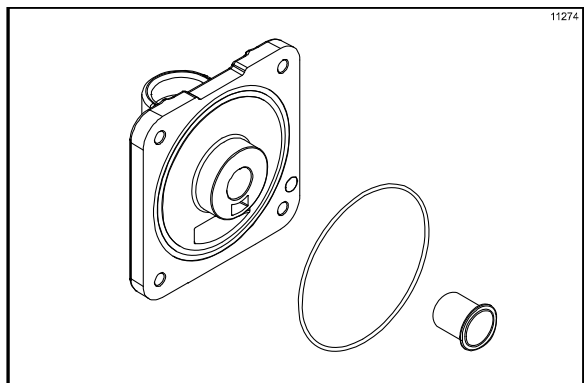

Figura 121
11. Coloque o anel de vedação na parte posterior da porta do cilindro da máquina. Lubrifique o diâmetro externo da bucha plástica. Deslize a bucha plástica no cubo da porta. (Veja a Figura 121.)